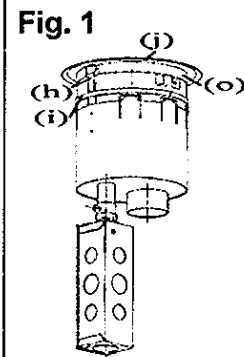

Fig. 1
3. Insert service fitting into cored hole until brackets (h) in Figure 1 sit flush against the floor. Press down onto installation plate (j) Fig.1. On smaller diameter core drilled holes some shearing of the flexible intumescent gasket material (i) may occur.
3. Insérer l'accessoire dans l'ouverture jusqu'à ce que les supports (h) de la Fig. 1 reposent sur le plancher. Appuyer sur la plaque de montage (j) Fig. 1. Lorsque l'ouverture est de plus petit diamètre, une partie du matériau du joint intumescent flexible (i) pourrait être sectionnée.